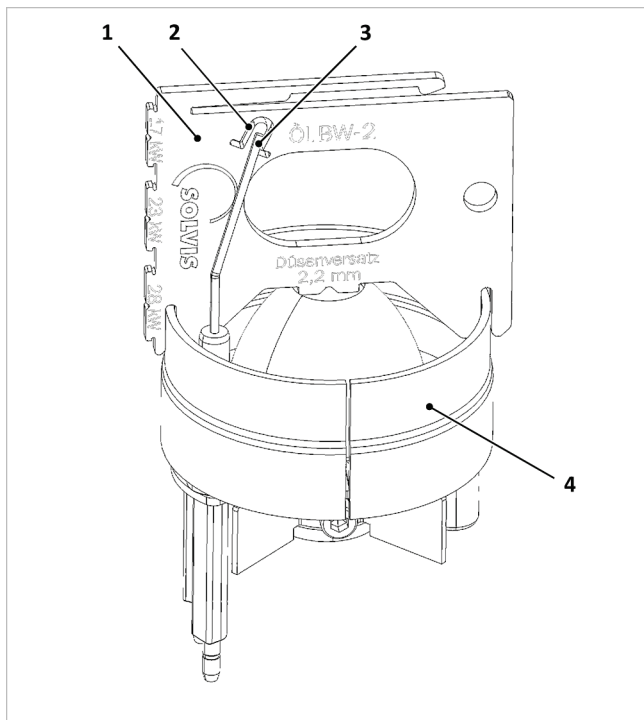

Fig. 149: Comprobación de los electrodos de encendido
1. Revise la distancia de los electrodos (3) tal y como se muestra en la → fig. 149 y, en caso necesario, corrijala doblándolos con cuidado.
2. Revise la longitud mínima. El extremo inferior de la ventana de control (2) del calibre establece la longitud mínima de los electrodos de encendido. Si se supera solo ligeramente esta longitud, deberá sustituirlos.